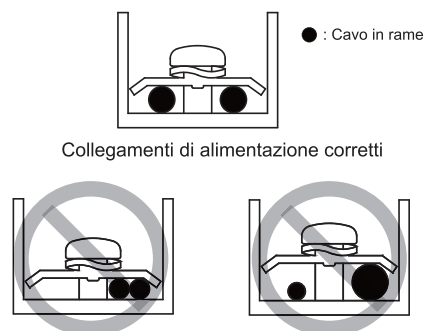

Figura 9.2
- Non collegare due cavi di alimentazione con diametri diversi allo stesso morsetto di alimentazione (può causare il surriscaldamento dei fili a causa del cablaggio allentato) (Vedi Figura 9.2).